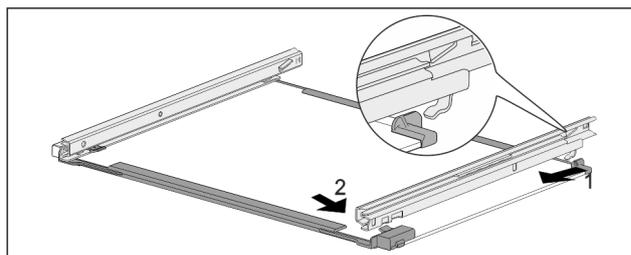

Fig. 180 Tablette en verre avec rails
- ▶ Accrocher le rail à l'arrière. Fig. 180 (1)
- ▶ Accrocher le rail à l'avant. Fig. 180 (2)